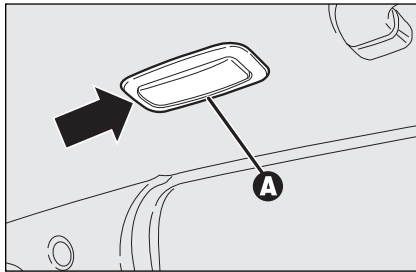

fig. 44
- trek het plafondlampje **A-fig. 44** op het door de pijl aangegeven punt los;